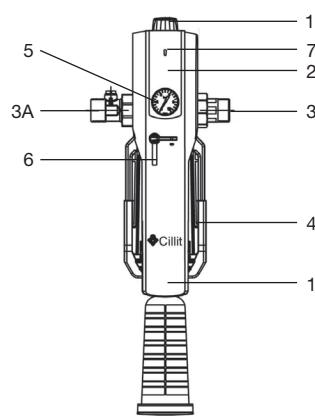

Fig. 1 - Cillit C1 HWS
**Cillit C1 bestehend aus (Fig. 1):**